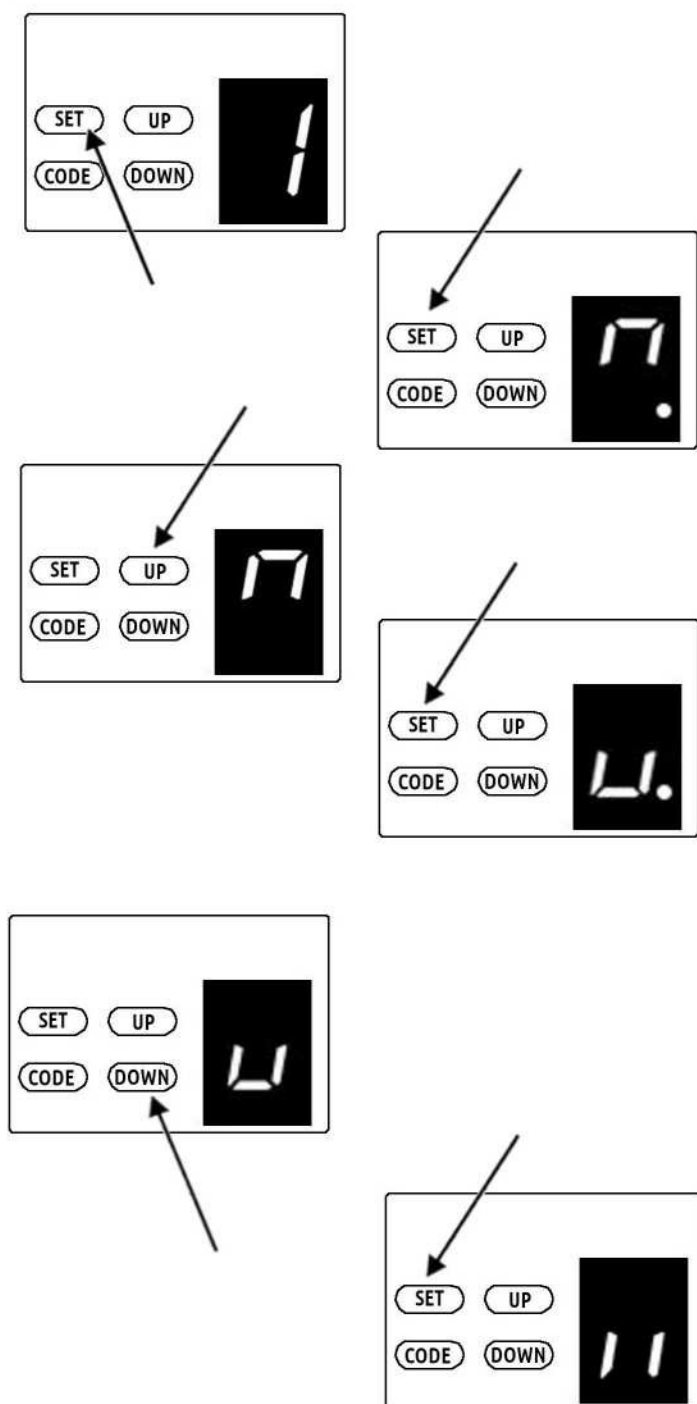

Fig.38
7.1.-Programando los Limites de Apertura y Cierre. (Fig.38)